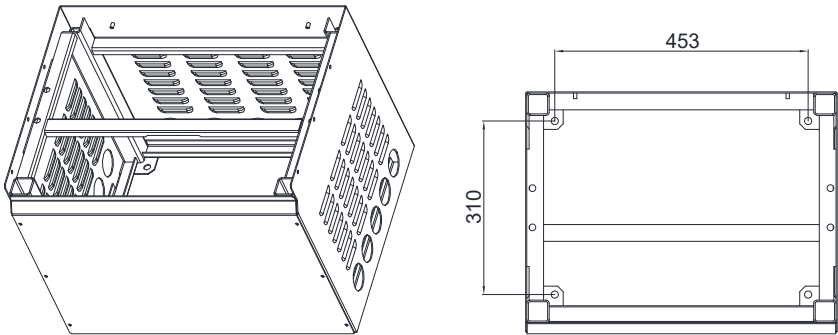

Figura 3 Diagrama dimensional para tipo I con base opcional
- Nota 3: La estructura tipo I puede tener una base opcional, con una altura H de 1490 mm incluyendo la base; los orificios de fijación se muestran en la Figura 3;